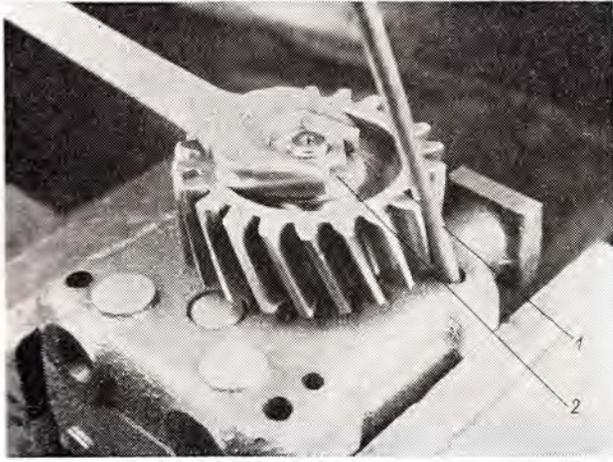

Abb. 15
2. Die Mutter ist zu entsichern und das Zahnrad (Abb. 15) ist durch Einschub eines Stiftes (Abb. 15/1) in die vorgebohrten Öffnungen der Pumpe zu sichern.
3. Die Mutter M 10 (Abb. 15/2) ist abzuschrauben, die Sicherungsunterlage abzunehmen und das Rad von der Welle abzuziehen.